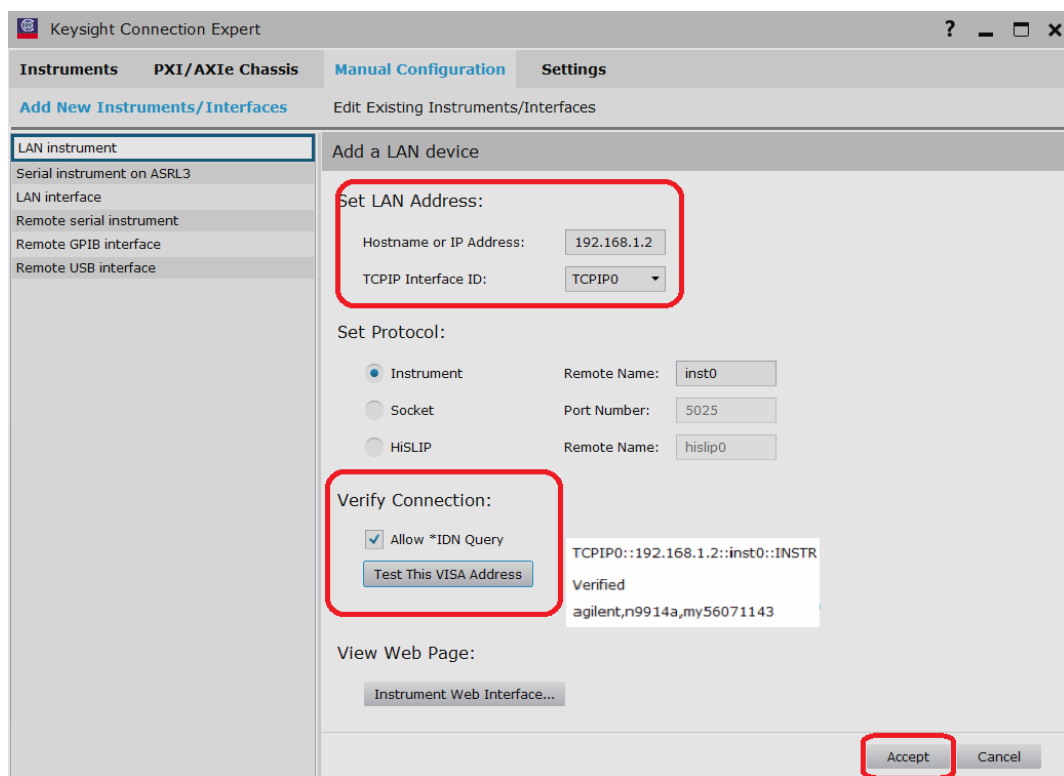

图 7. 配置 Hostname or IP Address
- 2) 按图 7 所示，填写【Hostname or IP Address】，并点击下面的【Test This VISA Address】